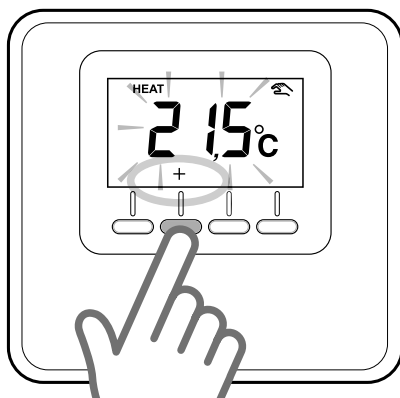

Fig. 5
Pressionar as teclas de regulação “+” ou “-”, para configurar o valor de temperatura ambiente que se pretende (fig. 5). Pressionar a tecla “OK” para confirmar. No visor o valor configurado pisca durante alguns instantes e depois o visor volta à apresentação da temperatura ambiente detetada.
- Pressionar as teclas “+” ou “-” para escolher a zona a atribuir. (Fig. 5)